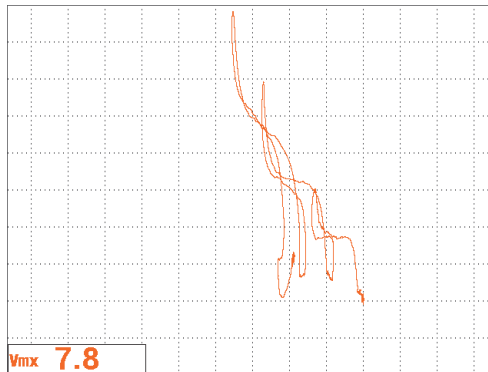

Abbildung 5-111 Prüfergebnis des Korrosionsdefekt
24. Stellen Sie die Sonde mit der Direktzugriffstaste A-LIFT NULL () an Position 1 auf Null und prüfen Sie dann die 3 Korrosionsdefekte. Die resultierende Signale sollten dem Beispiel in Abbildung 5-111 auf Seite 221 ähneln.